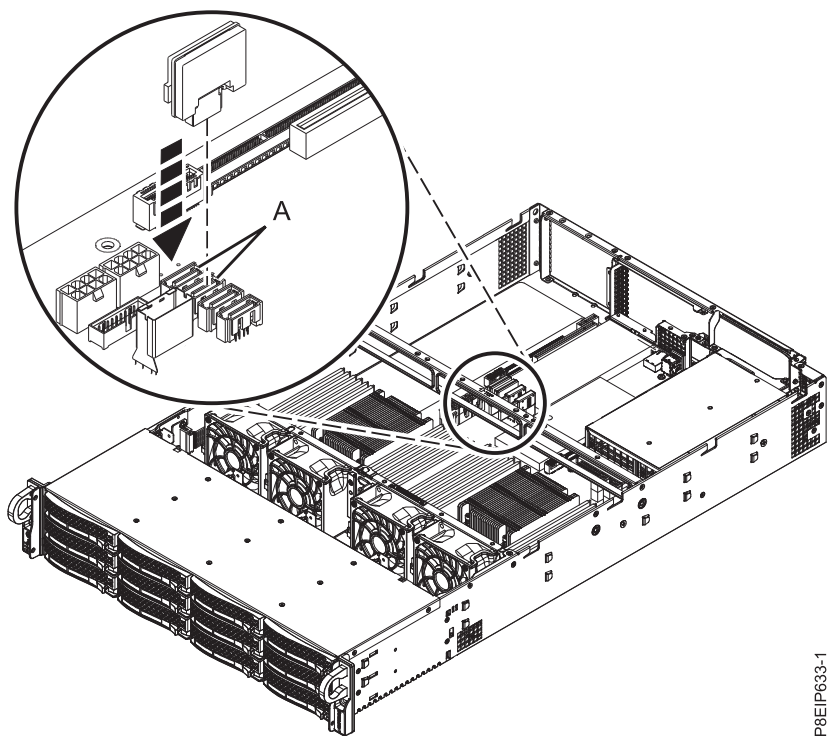

Figure 10. Installation d'un DOM
2. Installez le DOM dans le fond de panier système, dans les positions (A), comme indiqué dans la figure 10. Selon le modèle du DOM, il sera éventuellement nécessaire de connecter un petit cordon d'alimentation pour le DOM. Veillez à connecter les connecteurs de manière adéquate.